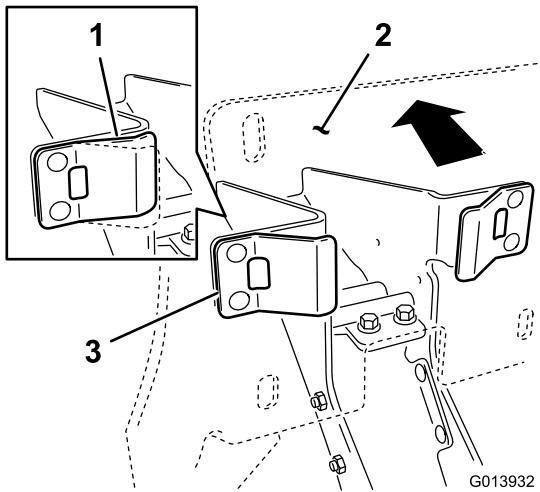

Figura 9
- Certificando-se que os batentes de plástico estão em contacto com as patilhas da mola, aplique pressão suficiente contra a placa posterior da cavidade para comprimir a mola (Figura 9).